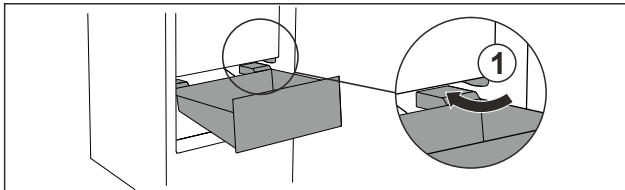

Fig. 65
- ▶ Lade schuin rond de stoppers Fig. 65 (1) leiden.